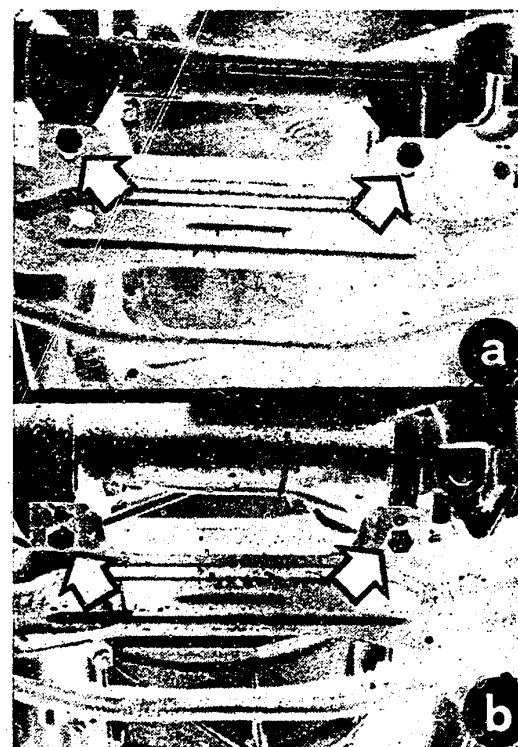

Bild 36 Befestigung des Lenkhauses an der Quertraverse: a) mechanische Lenkung – b) Servolenkung.
a) Das **Lenkgetriebe** ist mit zwei Schrauben an der vorderen Quertraverse befestigt, wobei auf die beiden verschiedenen Befestigungsmöglichkeiten zu achten ist (Bild 36).